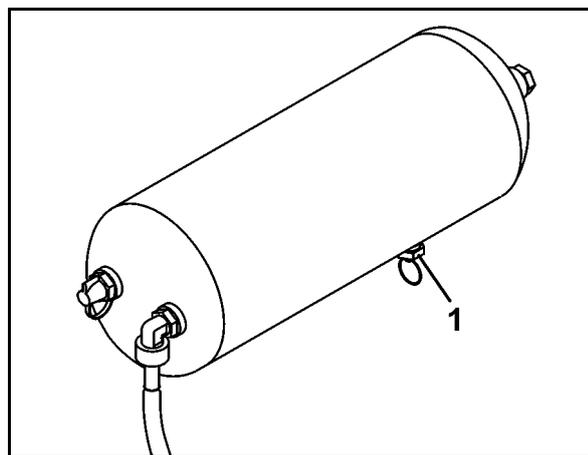

Fig. 114
1. Ziehen Sie das Entwässerungs-Ventil (Fig. 114/1) über den Ring solange in seitlicher Richtung, bis kein Wasser mehr aus dem Luftbehälter ausfließt.